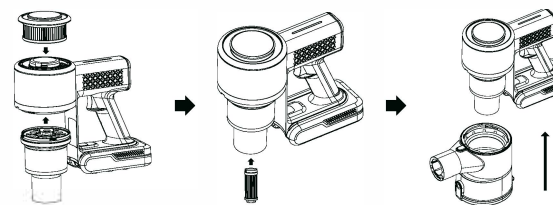

Рисунок 6
6. После того, как фильтры будут готовы к использованию, соберите пылесос в обратном порядке (рисунок 6).